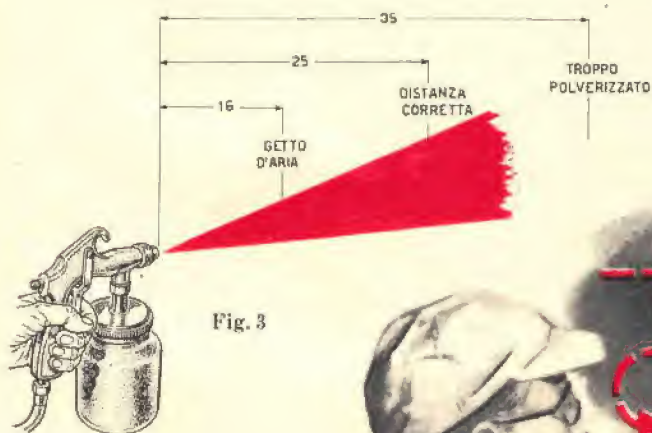

Fig. 3
**Fig. 3 - La distanza ottima fra il beccuccio e le superfici da dipingere deve essere di circa 25 cm. A distanze inferiori la vernice non è ancora completamente nebulizzata, mentre a distanze superiori, risulterebbe troppo polverizzata.**